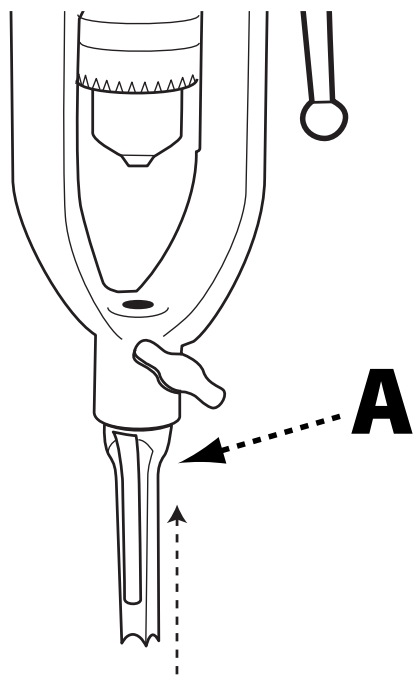

FIGURA 6
Seleccione el cincel y broca deseados. Retire la broca e inserte el cincel (A) en el soporte de cincel con la ranura de expulsión de madera mirando hacia un lado. Vea la figura 6. La ranura del cincel debe mirar hacia la dirección de avance de la pieza de trabajo. Si la pieza de trabajo avanza hacia la izquierda, la abertura del cincel debe estar hacia la izquierda. Si se avanza hacia la derecha la ranura debe mirar hacia la derecha.